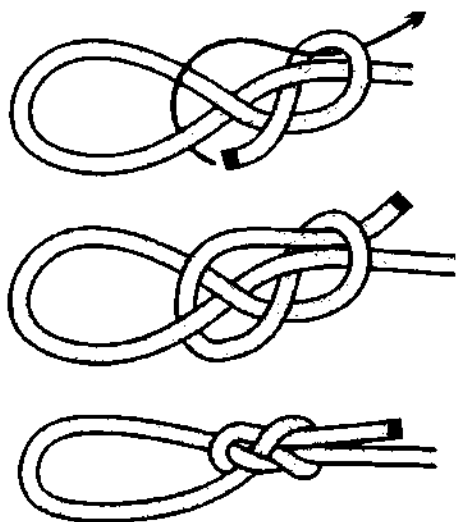

Рис. 405. *Перекрёстный зажим.*
*Перекрёстный зажим* хорошо держит как на мягких, так и на жёстких верёвках (рис. 405). Чтобы увеличить или уменьшить петлю, надо ослабить крайние петли и сдвинуть узел. На жёсткой верёвке петля регулируется одной рукой без ослабления узла. Чтобы регулируемая петля работала правильно, узел нужно хорошенько обтянуть и расправить, иначе он будет скользить и петля затягиваться, особенно на жёсткой верёвке. По этой причине, завязывая *перекрёстный зажим*, необходимо быть внимательным.